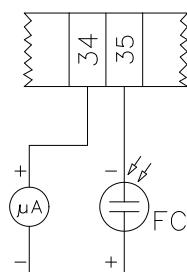

Рис. 41
- В случае возникновения сомнения, проверить контур улавливания пламени после того, как вновь горелка будет запущена, следуя схемам на Рис. 41.
Воспользоваться схемой Рис. 41. для проверки тока контроля пламени. Если значение сигнала ниже указанного показателя, проверить положение фотодатчика и электрические контакты; при необходимости, заменить фотодатчик.